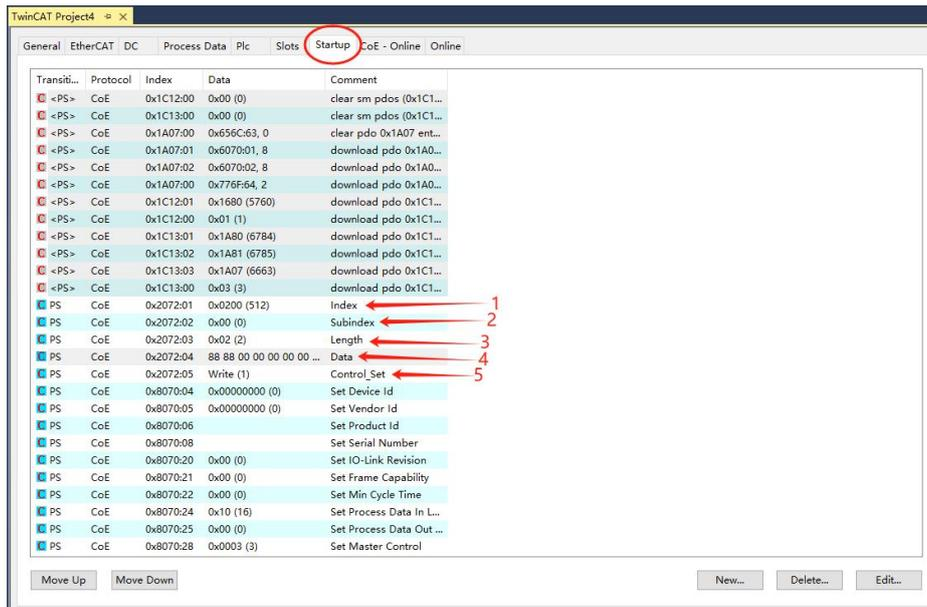

图 5
- 5、如图 5 所示，配置离线后的输出 IO 状态的设定：Index=0x0212，Subindex=0，Length = 2，Data = 88 00，Control_Set=Write(1)。具体配置如下表：